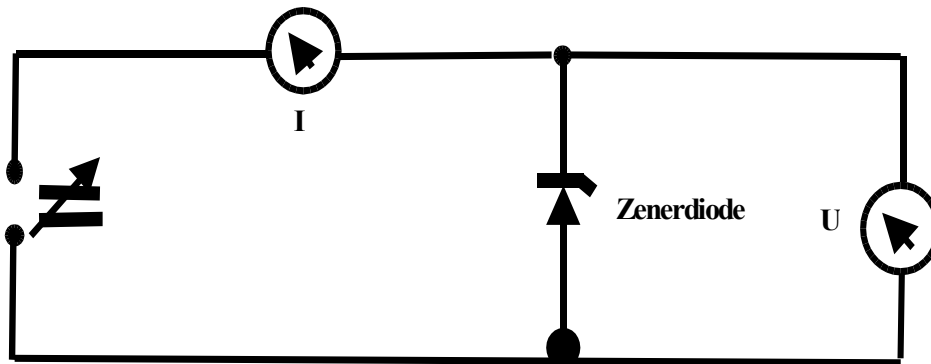

Abb. 2: Kennlinie einer Z-Diode
2. Bauen Sie die Schaltung nach Abb. 2 auf und messen Sie damit die  $I(U)$ -Kennlinie der Zenerdiode (beide Äste)